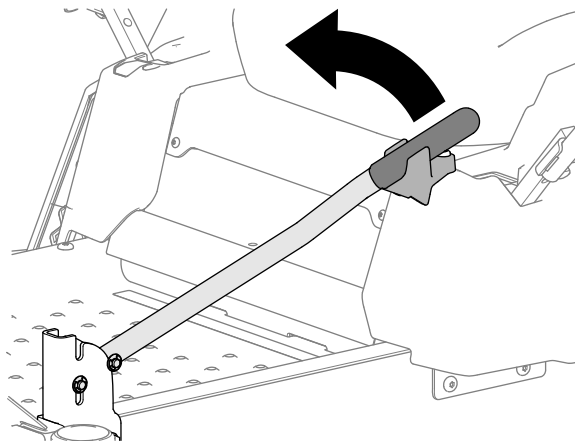

Bild 8
1. Klappen Sie den Stützgriff nach oben, wie in Bild 8 dargestellt.